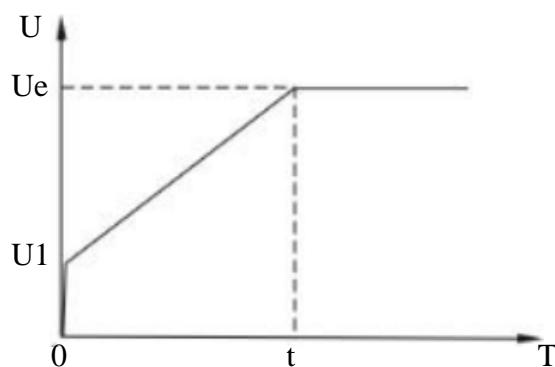

Рис. 12.2-1
- (1) Режим нарастания напряжения реализуется при $FV=1$. Временная диаграмма напряжения на двигателе показана на Рис. 12.2-1. Здесь U_1 – начальное напряжение. Ток двигателя не растет выше 400% от номинального значения. При пуске напряжение быстро достигает значения U_1 , затем плавно растет в соответствии с заданными параметрами разгона. Когда напряжение достигнет номинального значения U_e , шунтирующий контактор замыкается, двигатель будет работать на номинальной скорости, и процесс пуска на этом заканчивается.
- (2) Время пуска t соответствует стандартной нагрузке. УПП использует его в качестве исходного значения, корректируя в зависимости от нагрузки. Если нагрузка легкая, то время разгона часто меньше заданного. Обычно этот режим используется при необходимости обеспечить стабильный пуск при фиксированном ограничении пускового тока.